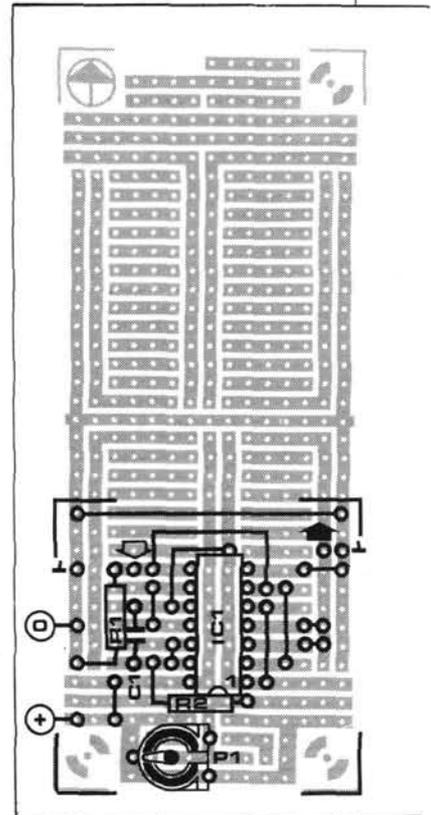

Figure 3 - Plan d'implantation des composants sur un petit bout de platine d'expérimentation.
La **figure 3** donne un plan d'implantation des composants de l'inverseur d'impulsion sur un morceau de platine d'expérimentation de petit format. Avec un peu d'habileté il est possible de monter le même circuit sur une surface environ trois fois moins étendue que celle-ci, surtout si l'on implante les résistances et le condensateur de l'autre côté de la platine. Si vous n'avez pas d'expérience avec ce genre de montage microscopique, attendez-vous à de mauvaises surprises, du moins au début.
Figures 2 et 3 - Rappel de la structure interne de l'amplificateur opérationnel (LM) 741 (figure 2). Les entrées sont à transistors NPN. Schéma du LM 358 (figure 3) avec ses entrées à transistors PNP.
Comme cette limitation est gênante dans de nombreuses applications, notamment celles où l'alimentation ne peut pas être symétrique, les fabricants ont mis au point d'autres types d'amplificateurs opérationnels. Nous prendrons comme exemple le type 358, dont le schéma interne est représenté par la figure 3. Il présente la particularité de travailler jusqu'à zéro volt aussi bien en entrée qu'en sortie. Les entrées sont connectées à des bases